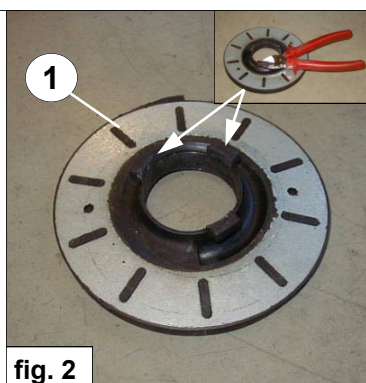

fig. 2
3. Découpez les deux butées supérieures du caoutchouc d'origine 1, voir fig. 2